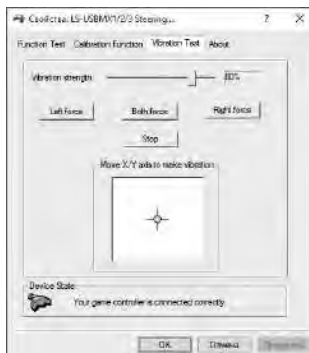

Рис. 11
- Во вкладке «Vibration Test» можно проверить работу обоих вибромоторов вместе, нажимая кнопку «Both force»; или по отдельности, нажимая кнопки «Left force» и «Right force» (рис. 11). Для остановки теста нужно нажать кнопку «Stop». Передвигая курсор в строке «Vibration strength» мы можем увеличить или уменьшить силу виброотдачи. Для сохранения настроек необходимо нажать «Применить» или «ОК» в нижней строке этого окна.